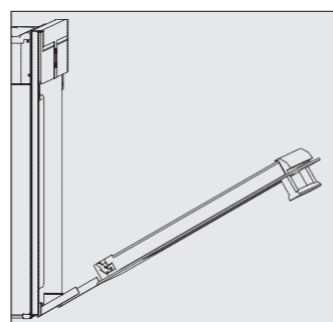

рис.4
- Крепко держите дверцу по бокам и закрепите её на петлях. Убедитесь, что нет зазора между дверью и петлями (рис. 4)